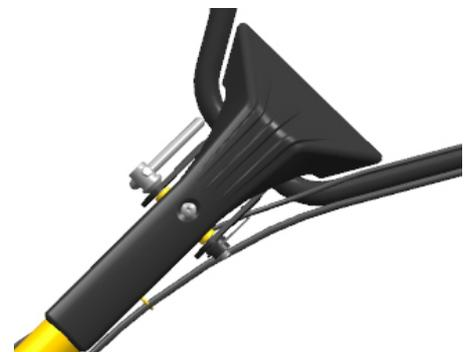

Abbildung 5
- Lösen Sie den Hebegriff und wählen Sie die Öffnung in einer passenden Position. Stellen Sie dann die Querstange des Griffs auf Bedienerhüfthöhe ein und drehen Sie den Hebegriff, um ihn festzuziehen. (Siehe Abb.5).